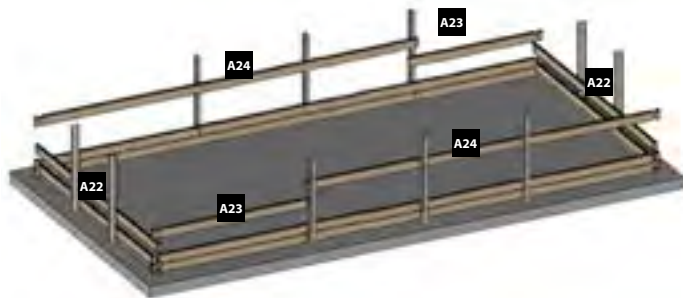

Fig. 4 / Abb. 4 / Afb. 4
- EN 3rd LAYER OF BOARDS:** Install the third layer of boards as shown in figure 4. The position of the refilling fitting with the key and the skimmer should be defined at the start of the assembly (read the specific paragraphs).
- FR 3ÈME RANGÉE MADRIERS :** Positionnez les madriers de la 3ème rangée conformément à la figure 4. Vous devez avoir déterminé l'emplacement de la buse de refoulement et du skimmer dès le début du montage (voir paragraphes spécifiques).
- DE 3. BRETTERREIHE:** Platzieren Sie die Bretter der dritten Reihe laut Abb. 4. Zu Beginn der Montage müssen Sie die Lage des Druckventils und des Skimmers festlegen (lesen Sie hierzu die entsprechenden Abschnitte).
- NL 3ª RIJ PLANKEN:** Plaats de planken van de derde rij zoals te zien is op afbeelding 4. U moet al bij aanvang van de montage bepalen op welke plaats het uitstroommondstuk en de skimmer moet komen (less de betreffende paragrafen).